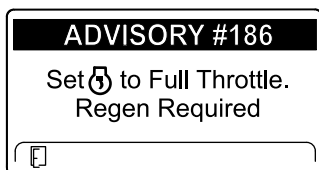

Рисунок 38
**Примечание:** Если на дисплее инфоцентра появится ИНФОРМАЦИОННОЕ СООБЩЕНИЕ № 186 (ADVISORY #186) (Рисунок 38), установите максимальное положение дроссельной заслонки (высокую частоту холостого хода) двигателя, чтобы можно было продолжить выполнение регенерации со сбросом.